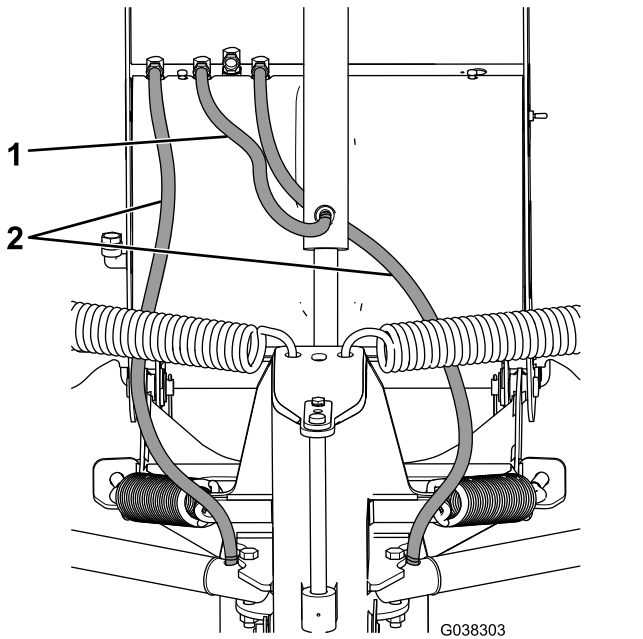

Bild 7
1. Bringen Sie eine Schwenkverschraubung am unteren Anschluss des Hubzylinders an (Bild 7).
2. Schließen Sie den 45 cm langen Hydraulikschlauch am mittleren Anschlussstück am Hydraulikfach und das untere Anschlussstück am Hubzylinder an (Bild 7). Drehen Sie das Anschlussstück, bis es handfest angezogen ist, und drehen es dann um weitere zwei oder drei Umdrehungen.
3. Bringen Sie am Anschluss des 106 cm langen Hydraulikschlauchs einen O-Ring auf und befestigen Sie dann den Anschluss am rechten Winkelzylinder und das andere Anschlussstück des Hydraulikschlauchs am Hydraulikfach (Bild 7). Drehen Sie das Anschlussstück, bis es handfest angezogen ist, und drehen es dann um weitere zwei oder drei Umdrehungen.